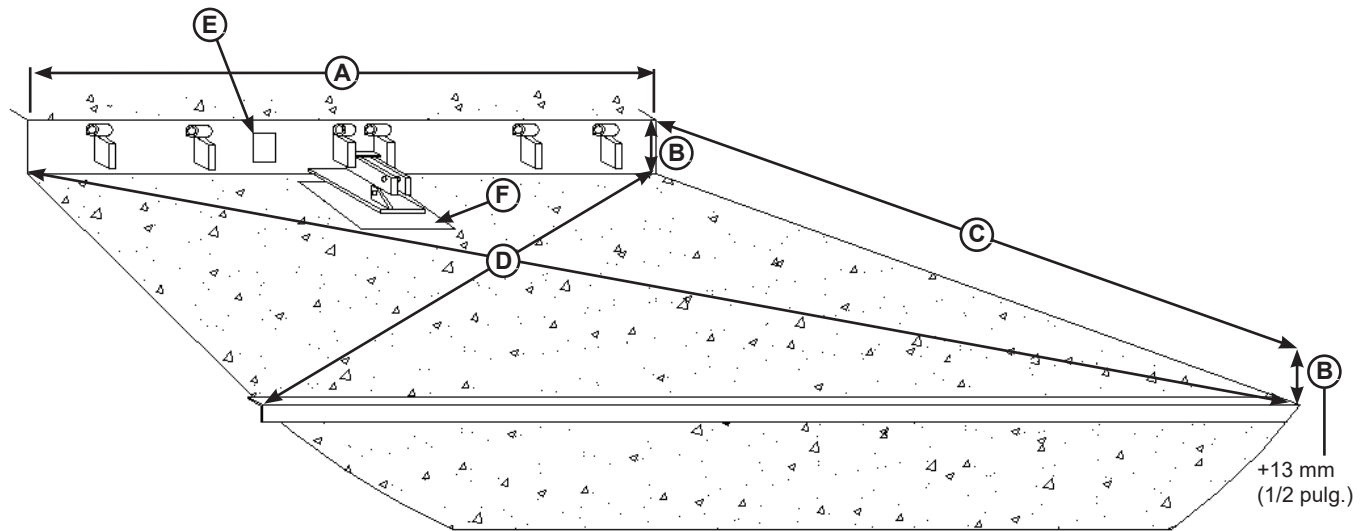

Figura 5
2. Revise toda la fosa del nivelador de andén para revisar que la construcción sea correcta de acuerdo con los planos certificados o aprobados de la fosa. Asegúrese de que la fosa sea cuadrada y tenga la profundidad y reducción adecuadas con las siguientes mediciones, consulte la **Figura 5**: